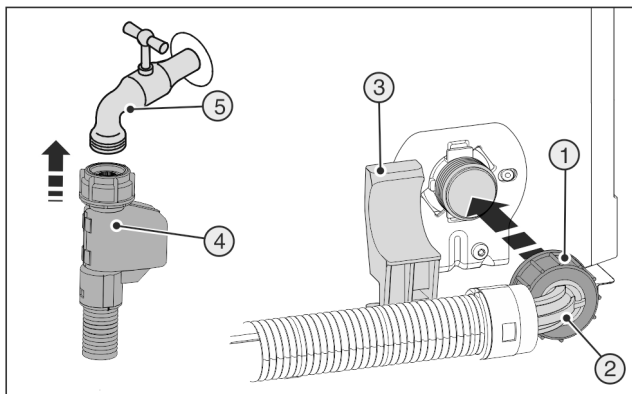

Fig. 22
- Conecte el extremo recto de la manguera Fig. 22 (4) a la llave de cierre Fig. 22 (5).